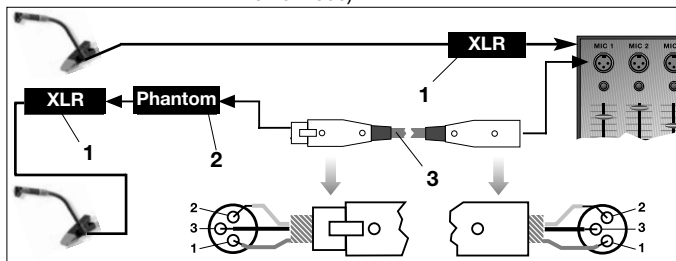

Fig. 1 : Raccordement sur une entrée symétrique
- Voir Fig. 1.
3. **Si vous n'avez pas d'alimentation fantôme sur votre table de mixage**, branchez l'adaptateur pour alimentation fantôme (1) sur une alimentation fantôme AKG optionnelle (2) (N 62 E, N 66 E, B 18, B 15) et raccordez l'alimentation fantôme à une entrée symétrique à l'aide d'un câble XLR (3) (p.ex. AKG MK 9/10 – n'est pas fourni avec le micro).